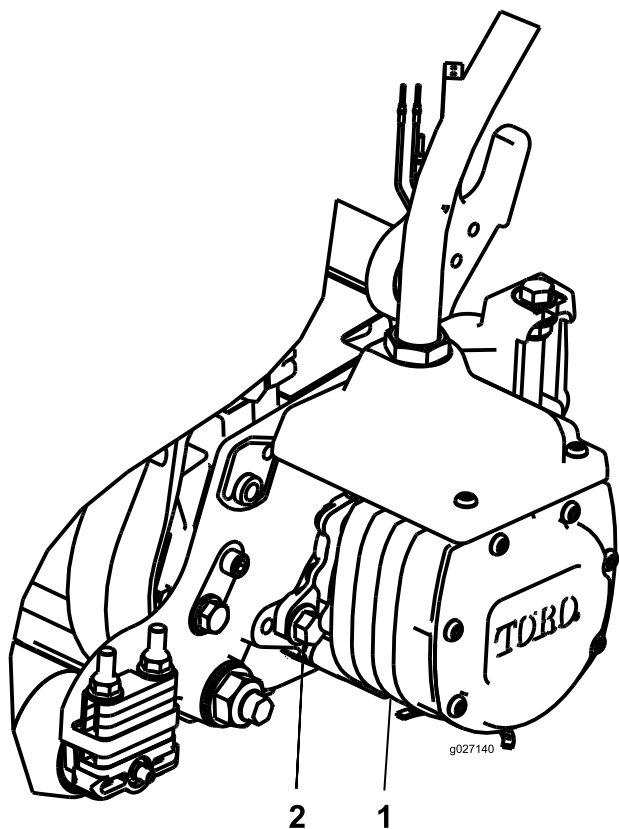

Рисунок 24
3. Установите двигатель на режущий блок, повернув его по часовой стрелке так, чтобы фланцы двигателя не закрывали болты (Рисунок 24).